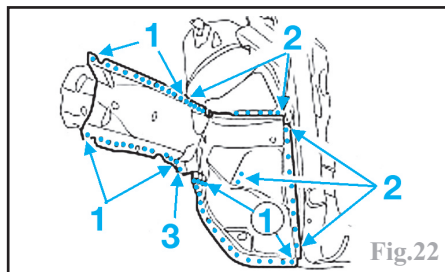

Fig.22
Souder par résistance par points (1), par bouchonnage (2) et en cordon continu (3) sous protection gazeuse le longeron extérieur (Fig.22)